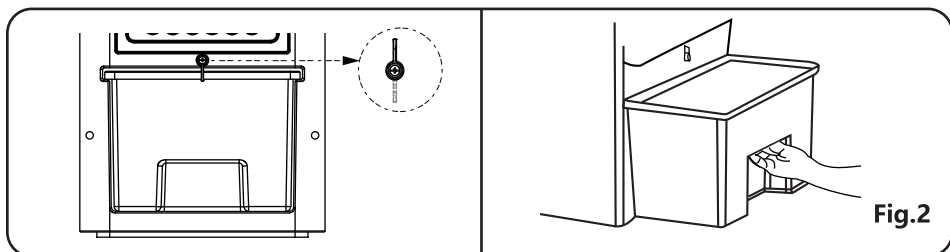

Fig.2
a. Antes de utilizar el modo climatización, gire la perilla pequeña, retire el depósito de agua y asegúrese de que la válvula del depósito de agua esté bien ajustada.(Fig. 2/ Fig. 3/ Fig. 4)